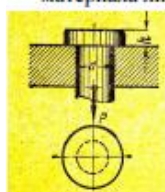

Рис.4
10. Стальной стержень имеет диаметр 20мм и головку высотой 5мм. При каком значении силы P будет срезана головка, если предел прочности на срез материала стержня $\tau_{Пч} = 3200 \text{ кг/см}^2$? (рис.4.)